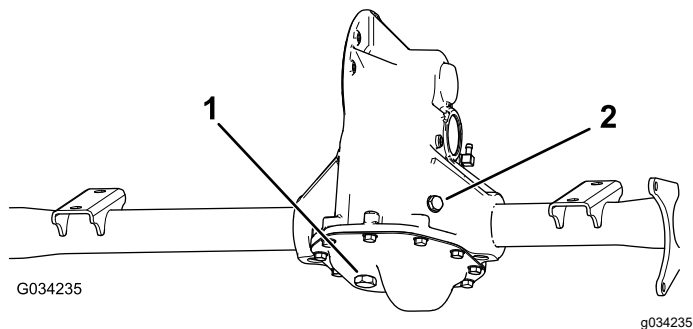

Figura 49
1. Coloque un recipiente debajo del tapón de vaciado (**Figura 49**).
2. Retire el tapón de llenado y la junta (**Figura 49**).
3. Retire el tapón de vaciado y la junta y deje que el fluido se drene completamente (**Figura 49**).